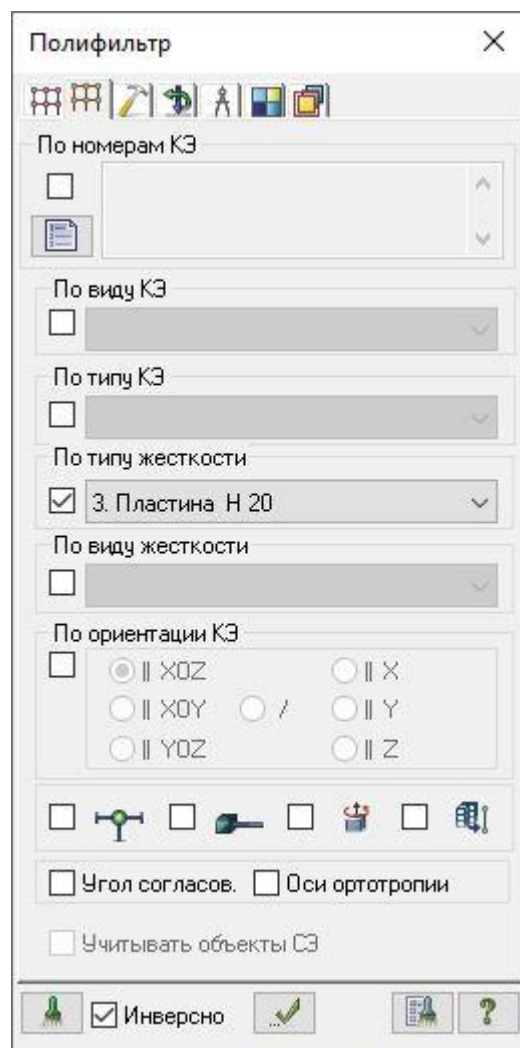

Рис.11.18. Диалоговое окно **Фильтр для элементов**
- В этом окне перейдите на вторую закладку **Фильтр для элементов** (рис.11.18).